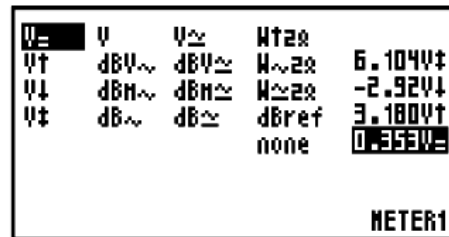

Fig 25
- 2.Premere il tasto “Up” o “Down” per selezionare il parametro che si vuole misurare con “Meter 1” (fig.25).